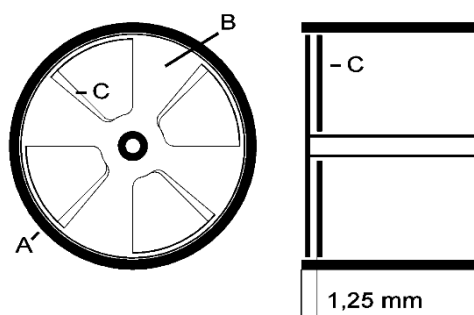

Fig. 1: Mulinello di campo
Nel determinare il campo elettrico, occorre considerare la distanza tra le piastre fra elettrodo e statore (C) (cfr. Fig. 1). Ciò significa che alla distanza